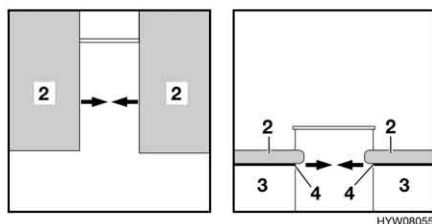

Fig. 64 Durante la trasformazione
- Estrarre il telaio portamaterasso (Fig. 64,4) per l'allargamento del letto sul cassone sinistro e su quello destro.